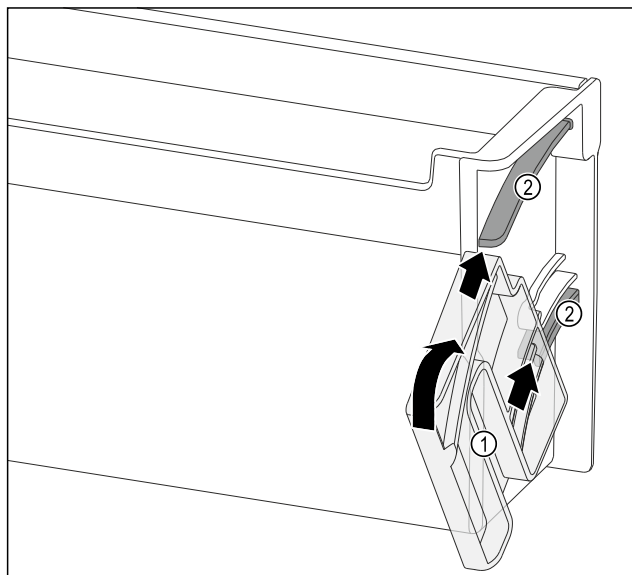

Fig. 119
- Позиционирайте завъртащото устройство Fig. 119 (1) така, че прорезите да са точно срещу направляващите канали Fig. 119 (2) на рафта на вратата.
- Завъртете завъртащото устройство Fig. 119 (1) в показаната посока.